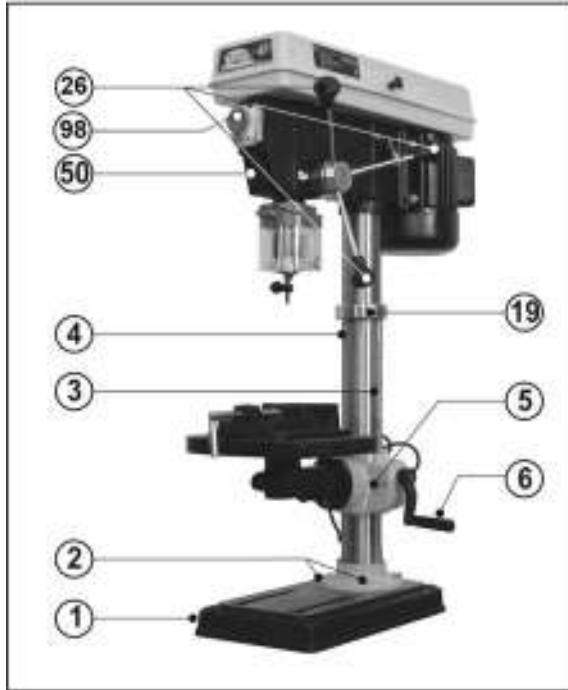

Рис.1
Станок состоит из следующих сборочных единиц и деталей, Рис.1:
9. СБОРКА И РЕГУЛИРОВКА (см. схему сборки, стр.10 и Рис.1)